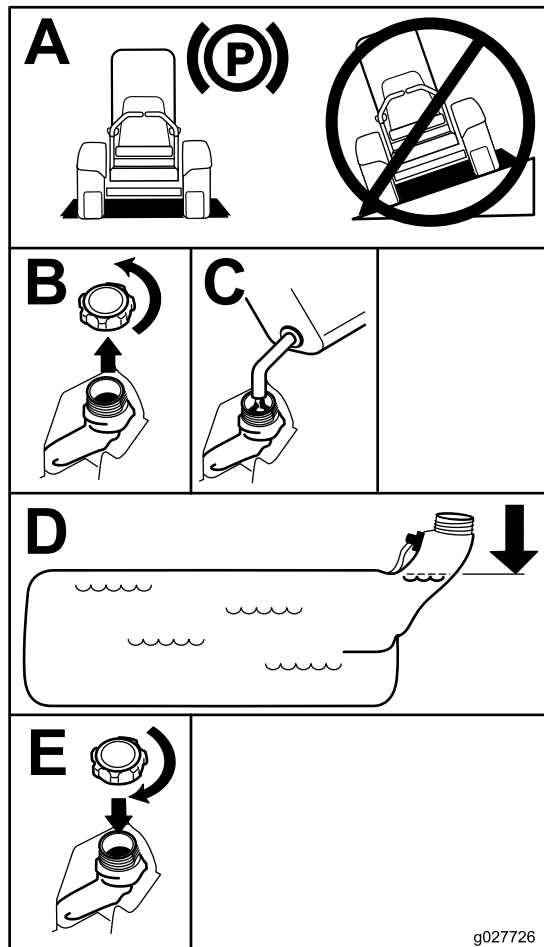

Figure 8
5. Remplissez le réservoir de carburant jusqu'au bas du goulot de remplissage (Figure 8).